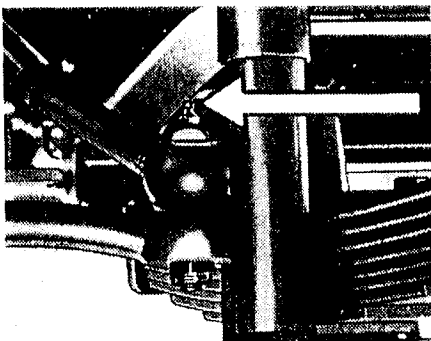

Abb. 61
37. Die Schmierstellen an den Kugelgelenken der **Lenkschubstange** nach jeweils 2000 km mit Abschmierfett schmieren (Abb. 61).